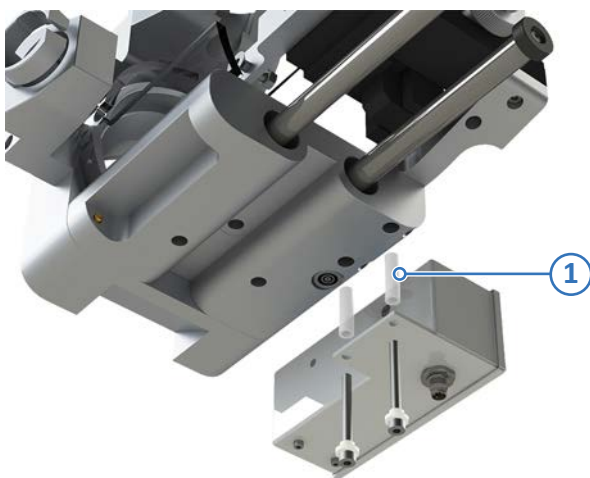

Abb. 12: Montage des HV-Switch an der Quelle
Der HV-Switch muss wie in Abb. 12 gezeigt an der Quelle befestigt werden. Entfernen Sie dazu zunächst die Transportsicherung (Silikonschläuche) ①. Anschließend entfernen Sie die Originalschrauben an der Unterseite der Quelle, setzen Sie dann die Hülsen ein und montieren Sie den HV-Switch mit den mitgelieferten Schrauben.